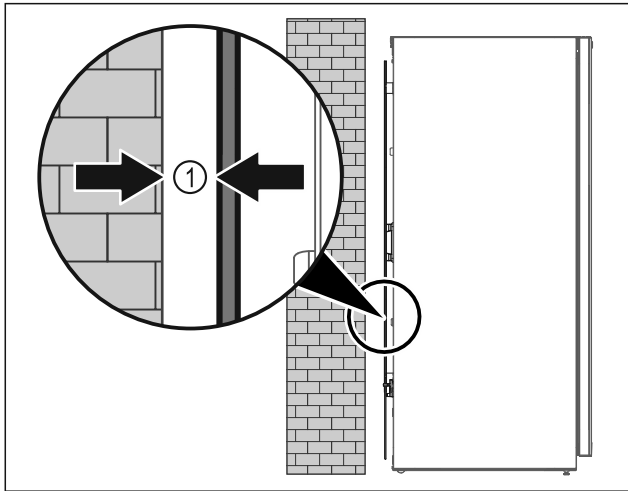

Fig. 5
- ▶ Ustavte spotřebič buď volně v místnosti nebo přímo u stěny v minimální vzdálenosti 5 mm Fig. 5 [1].